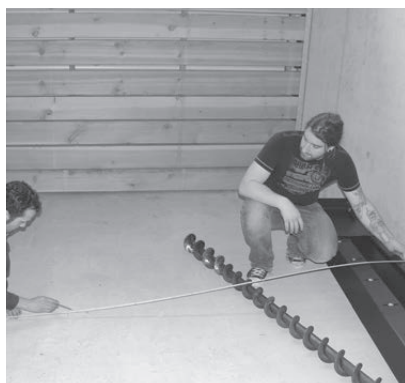

Fig.123 Rilevare con delle misurazioni e segnare la posizione di montaggio così come da progettazione dell'impianto
- All'interno del magazzino, rilevare con delle misurazioni e segnare la posizione di montaggio così come da progettazione dell'impianto – Fig.123.